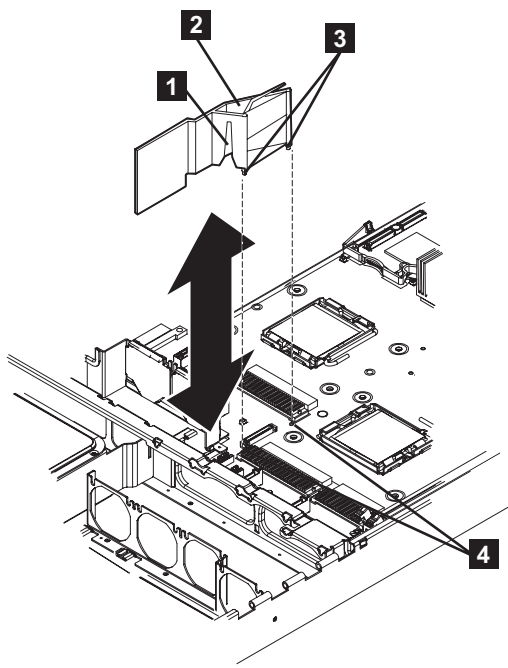

図 226. SAN ポリウム・コントローラー 2145-8G4 のエア・バッフル
6. エア・バッフルの再取り付け **2**。ファン 2 を取り外すと、作業が容易になります。図 226 に示すように、すべてのケーブルが正しく配線されており、ファン・ドアの障害になっていないかを確認します。